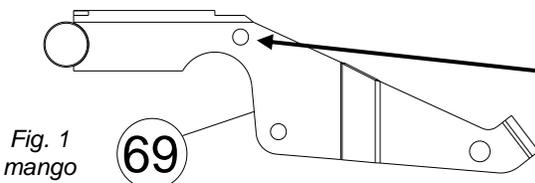

Fig. 1
3. **CONECTE** el cable de elevación de la púa (artículo 49) a la palanca de púas (artículo 69) en el centro del mango mediante la inserción del pasador (artículo 88) en ella en el orificio más próximo al extremo del mango y luego insertando el pasador tipo Rue Ring (punto 6). Vea la *Fig. 1* abajo y haga referencia a la Ilustración de piezas de la página 10.